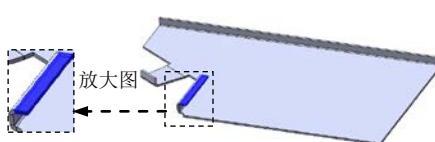
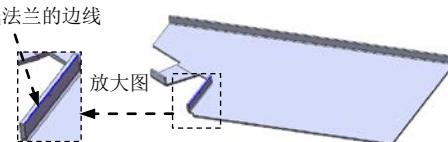

图 6.18 边线—法兰 3
图 6.19 边线法兰的边线
② 定义长度类型和长度值。在“边线—法兰”对话框的**法兰长度(L)**区域的下拉列表中选择**给定深度**选项，在文本框中输入深度值 1.0。在此区域中单击“外部虚拟交点”按钮。
③ 定义法兰位置。在**法兰位置(N)**区域中，单击“折弯在外”按钮。
④ 单击 \checkmark 按钮，完成边线—法兰 2 的创建。
Step8. 创建图 6.18 所示的钣金特征——边线—法兰 3。
(1) 选择命令。选择下拉菜单**插入(I)** \rightarrow **钣金(B)** \rightarrow **边线法兰(E)...**命令(或单击“钣金”工具栏中的“边线—法兰”按钮)。
(2) 定义特征的边线。选取图 6.19 所示的模型边线为生成的边线法兰的边线。
(3) 定义法兰参数。
① 定义法兰角度值。在**角度(G)**区域的文本框中输入角度值 90.0。
③ 定义法兰位置。在**法兰位置(N)**区域中，单击“材料在外”按钮。
(4) 单击 \checkmark 按钮，完成边线—法兰 3 的创建。